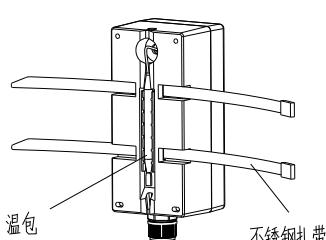
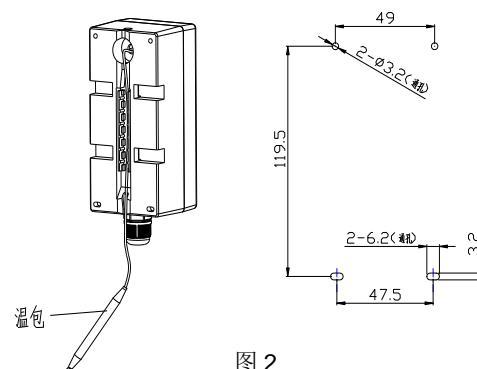

图 1
图 2
1. 通用型(抱箍式)安装：见图 1，把不锈钢扎带穿入底盒，拉紧扎带与被测设备牢固固定，确保感温包与被测设备良好接触。或如见图 2，感温包从底部槽位拉出，投入被测环境。控制器可参考底部安装孔位置图固定在适合的安装平面上，也可参考图 1 用不锈钢扎带固定控制器底盒。